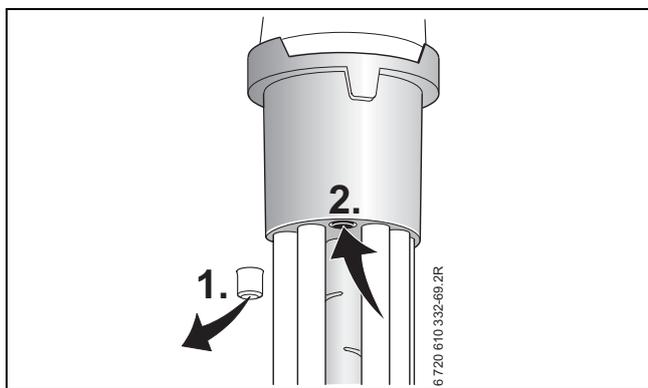

Fig. 60 Miscelatore aria/gas
- ▶ Controllare la pressione di miscelazione, presso il miscelatore aria-gas, alla potenza termica nominale (di fabbrica) come di seguito (fig. 60):